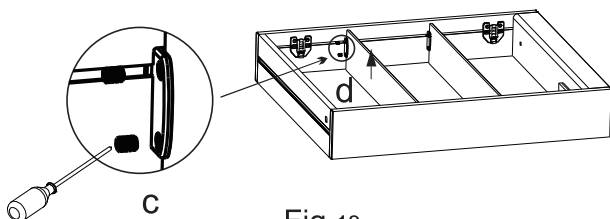

Fig.13
4.2.Ta bort de 4 skruvarna (c) från hyllkonsolerna och ta bort hyllglaset (d) (bild 13).